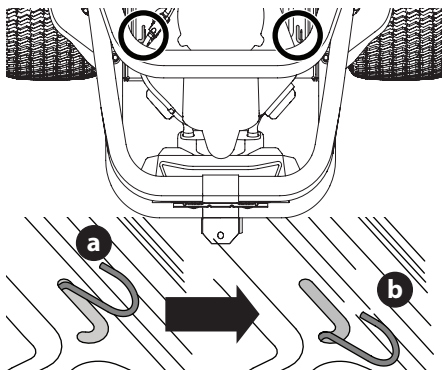

Figure 1
1. Pour engager les goupilles de dérivation de transmission, tirez la goupille vers l'arrière (a), puis insérez-la dans la section inférieure de la fente en forme de « J » (b). Répétez cette étape du côté opposé (Figure 1).